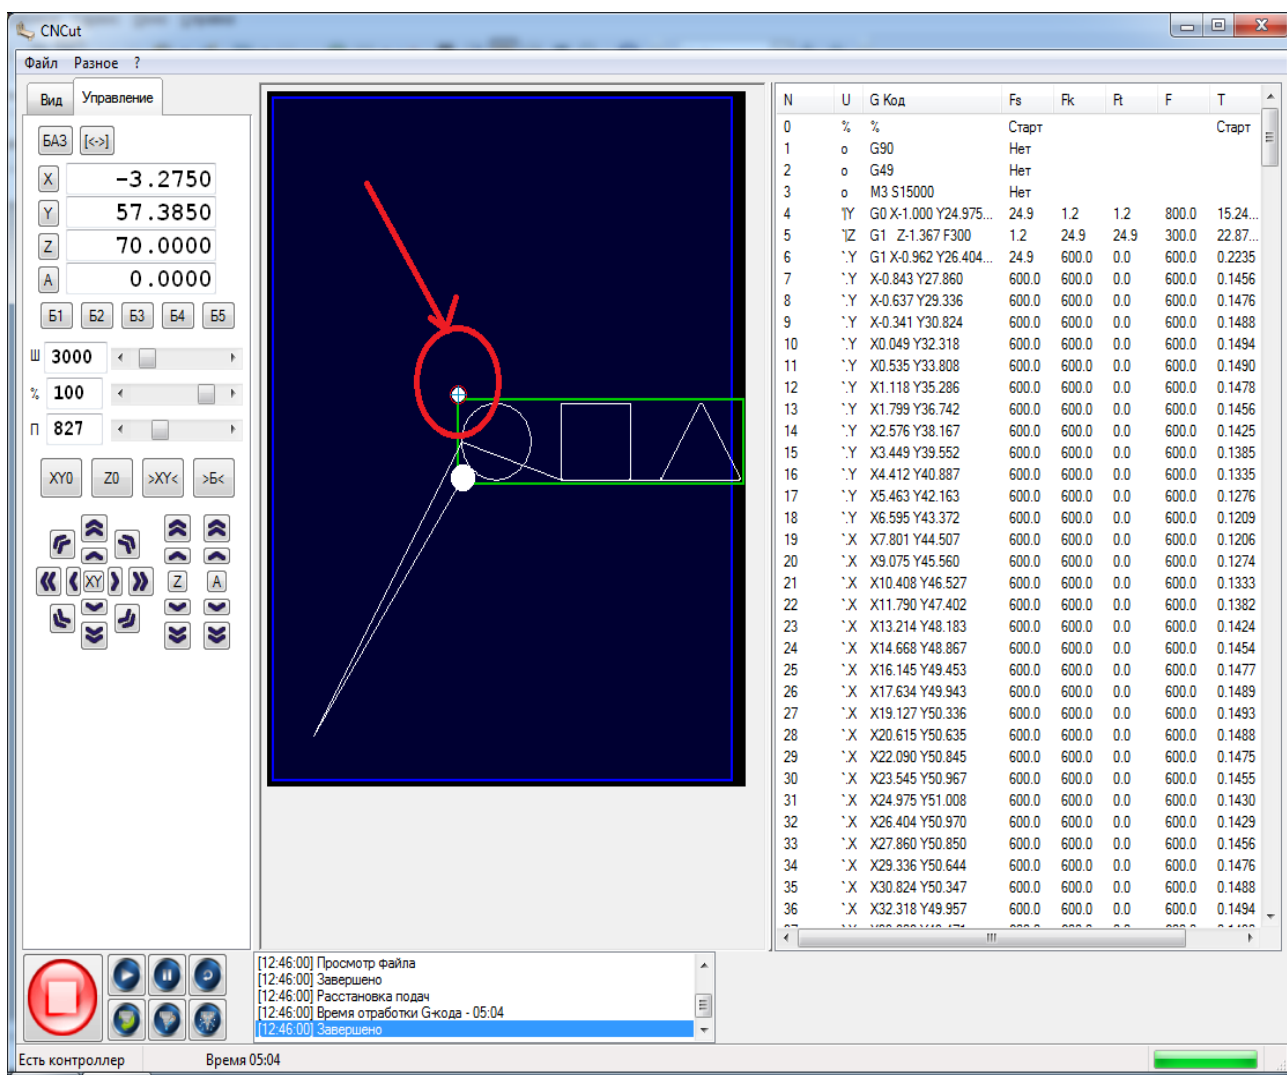

Рисунок 60. Требуемая точка на заготовке.
65. Для начала обработки поместите область обработки на заготовке. Перейдите во вкладку «управление» и стрелками джойстика подведите фрезу к предполагаемой нулевой точке, рисунок 60